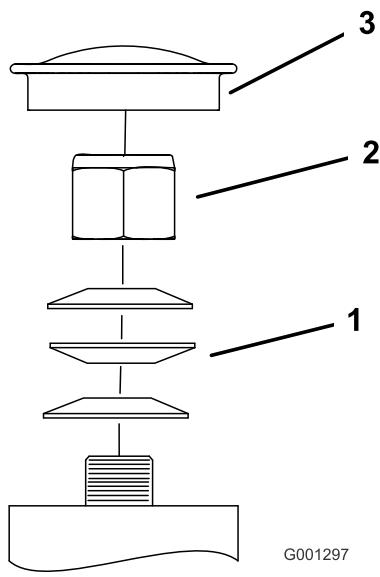

Figura 63
3. Togliete lo scodellino parapolvere dalla ruota orientabile e serrate il dado di bloccaggio (Figura 63).
4. Serrate il dado di bloccaggio finché le rondelle elastiche non sono piatte, quindi allentate di un quarto di giro per mettere a punto il precarico sui cuscinetti (Figura 63).
Importante: Verificate che le rondelle elastiche siano correttamente montate, come riportato nella Figura 63.
5. Montate gli scodellini antipolvere (Figura 63).